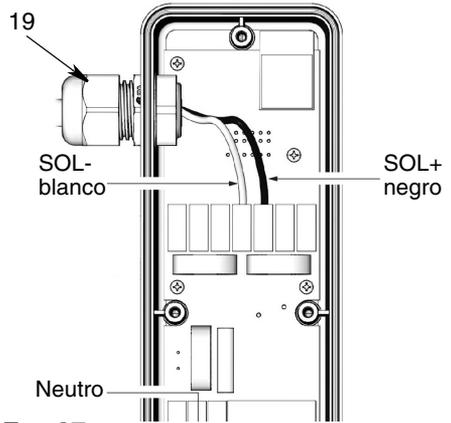

FIG. 37
1. Pase un extremo del cable por la presilla del cable (19) hasta el alojamiento del controlador PAC (2).
2. En el alojamiento del sistema electrónico del PAC (2), conecte el cable neutro (blanco) al cable SOL - (blanco) y el cable de línea (negro) al SOL + (negro) en el bloque de terminales (Fig. 37).
4. Apriete la presilla del cable (19) (Fig. 37).